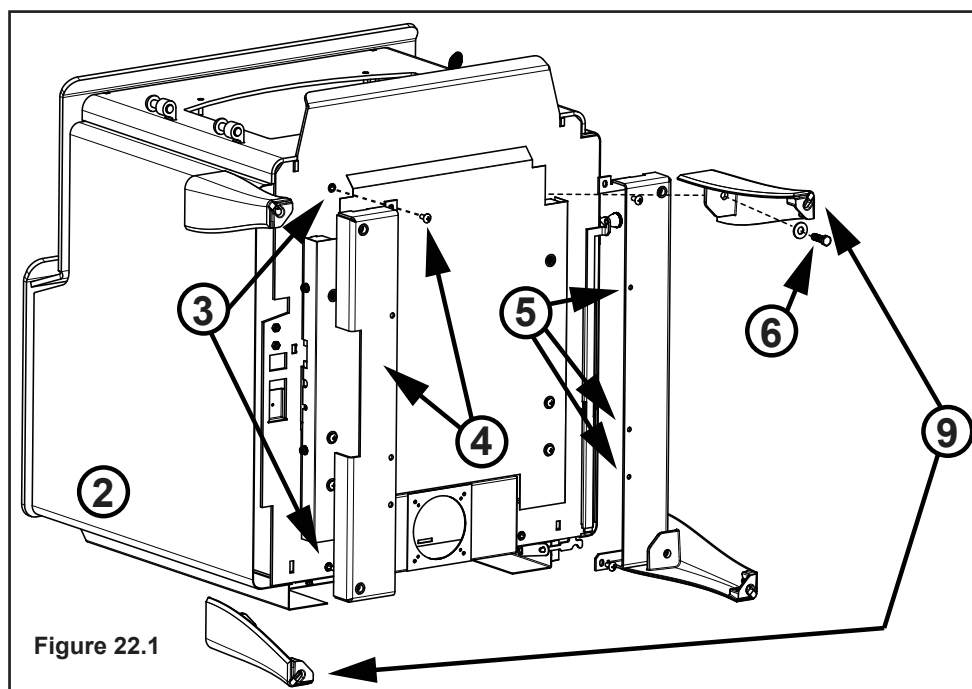

Figure 22.1
3. Retirez les quatre vis de l'appareil (**Figure 22.1**).
REMARQUE : Il y a un sens droit et gauche d'installation des pieds (**Figure 22.1**).
5. Installez six vis au bas des supports de pieds (**Figure 22.1**).
Remarque : Les pieds comportant un boulons de mise à niveau doivent être aux coins opposés de l'appareil - un à l'avant et un à l'arrière (**Figure 22.1**).